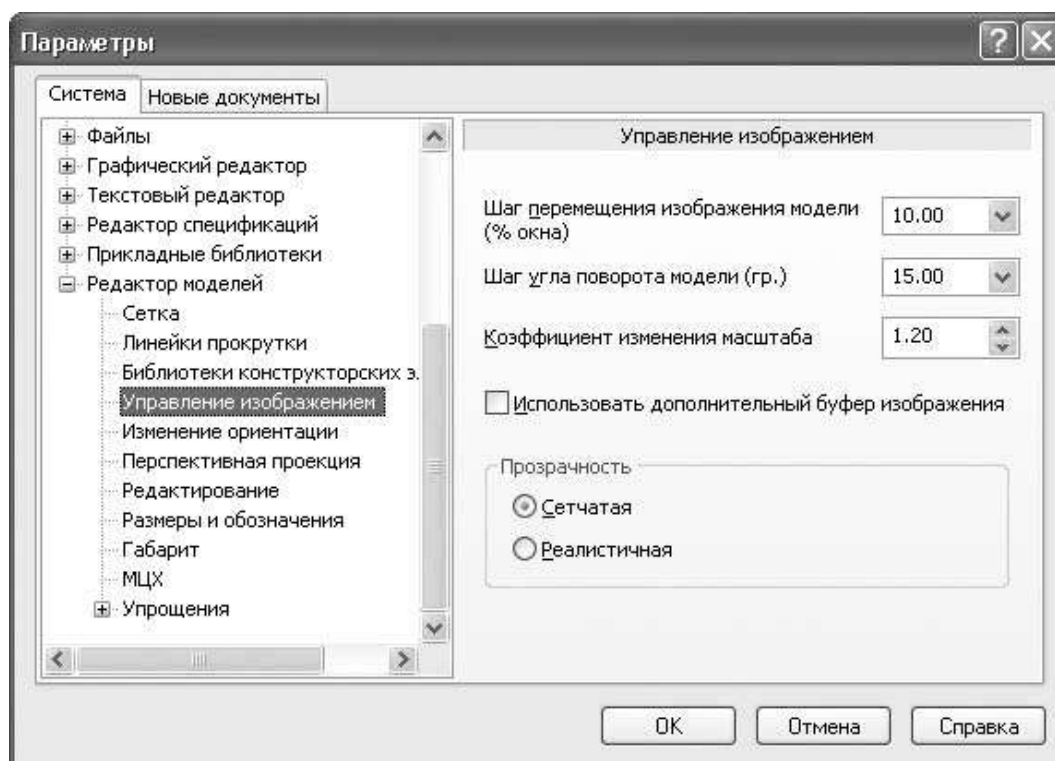

Рис. 1.61. Параметры управления изображением
• **Управление изображением** – предназначен для управления изображением модели в окне представления документа (рис. 1.61). В раскрывающемся списке Шаг перемещения изображения модели (% окна) задается процентное соотношение перемещения изображения к текущим размерам окна при однократном нажатии, например, сочетания клавиш Shift+®. Точно так же можно задать шаг угла поворота модели при однократном нажатии сочетания клавиш для поворота изображения в окне. С помощью переключателя Прозрачность можно выбрать один из двух возможных способов отображения полупрозрачных моделей: сетчатая или реалистичная прозрачность;